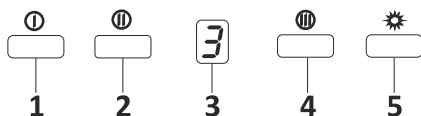

Fig. 16: 3 Trins Digital Knap
1. Tryk på denne knap for at tænde for apparatet. Når der trykkes på denne knap, tændes apparatet med 1. hastighed.Fig. 16
2. Når der trykkes på denne knap, vil apparatet blive betjent med 2. hastighed.Fig. 16
3. Digital Skærm: De kan se, hvilken hastighed apparatet er i drift.Fig. 16
4. Når der trykkes på denne knap, vil apparatet blive betjent med 3. hastighed.Fig. 16
5. Tryk på denne knap for at tænde lyset og låget.Fig. 16
6. Hvis De trykker på en motor initieringsknap mere end 2 sekunder, aktiveres en 15 minutters timerfunktion. Når timeren er startet, sender displayet et signal, hvor motoren ophører med at fungere efter 15 minutter.Fig. 16